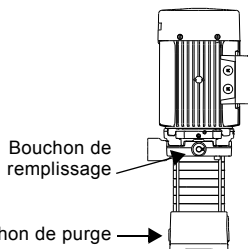

Fig. 4 Bouchons de remplissage et de purge
3. Retirer le bouchon de remplissage. Voir fig. 4.
Retirer les bouchons de remplissage et de purge. Voir fig. 4.